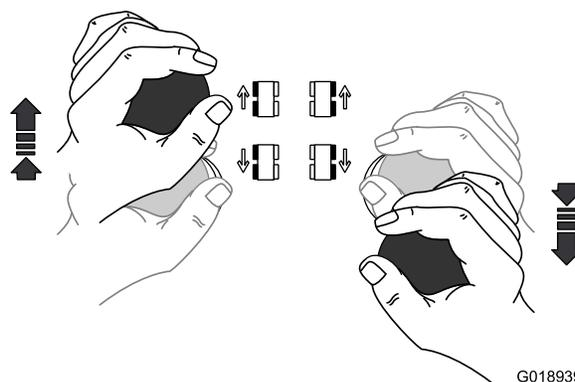

Figure 42
- Pour faire tourner la machine **à droite**, saisissez les deux leviers de commande de déplacement, et poussez le levier gauche en avant et tirez le levier droit en arrière (Figure 42).